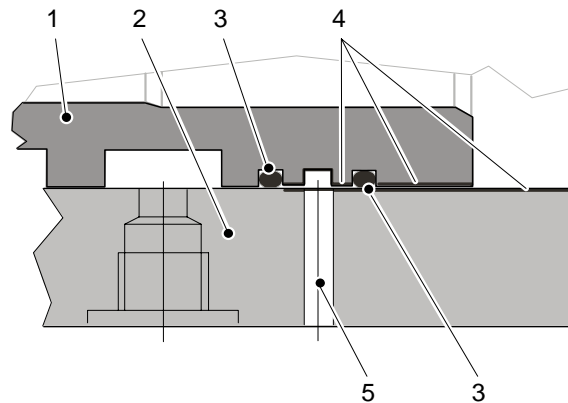

Bild 16 Aufbringen von Korrosionsschutzmittel
3. Auf die Flächen von Ständerpaket und Spindelgehäuse, die nicht mit der Kühlflüssigkeit in Berührung kommen (Bild 16, Pos. 4), wird ein geeignetes Korrosionsschutzmittel für Stahl aufgetragen.